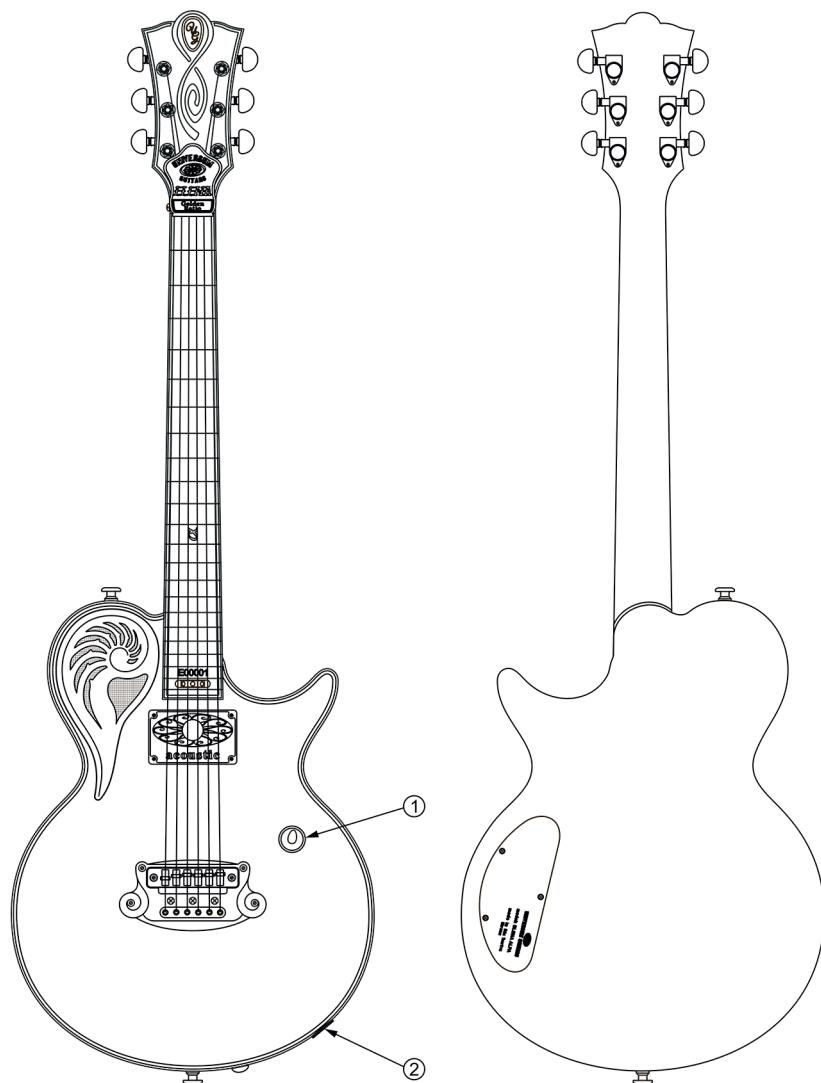

Рис. 22
- Выходной разъем – акустический (Рис.22 поз.2).
- Элемент питания – 1 шт. (размещен в отсеке темброблока Рис.22).
- 1) Ручка потенциометра регулировки громкости (Рис.22 поз.1).